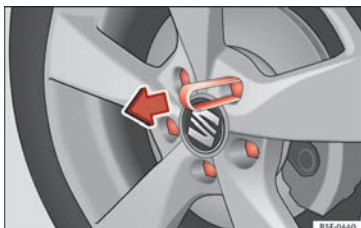

Fig. 62 Hjul: hjulbolte med dækkapper
- Skub plastikklemmen (hører med til bilens værktøj) på dækkappen, indtil den går i hak » Fig. 62.